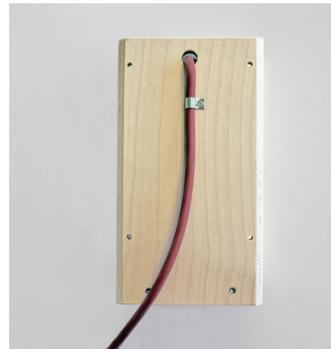

Abb. 2
- Ziehen Sie anschließend das Silikonkabel durch das Loch der Grundplatte des Holzblendschirmes und befestigen es auf der Rückseite mit Hilfe der Zugentlastung (siehe Abb. 2).